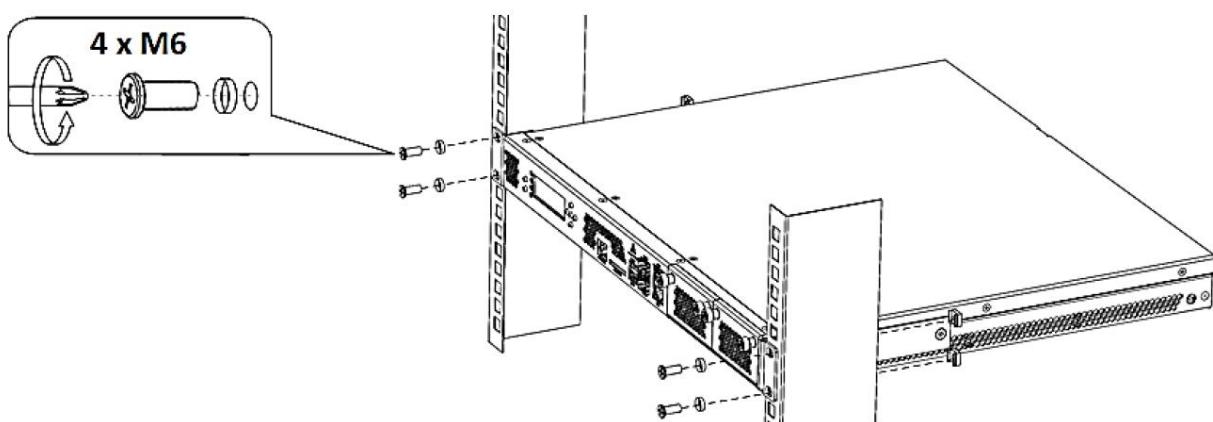

Рисунок 24 – Установка изделий в стойку с использованием комплекта КРПГ.465961.008
- с помощью отвертки прикрепите маршрутизатор к стойке винтами (рисунок 24).